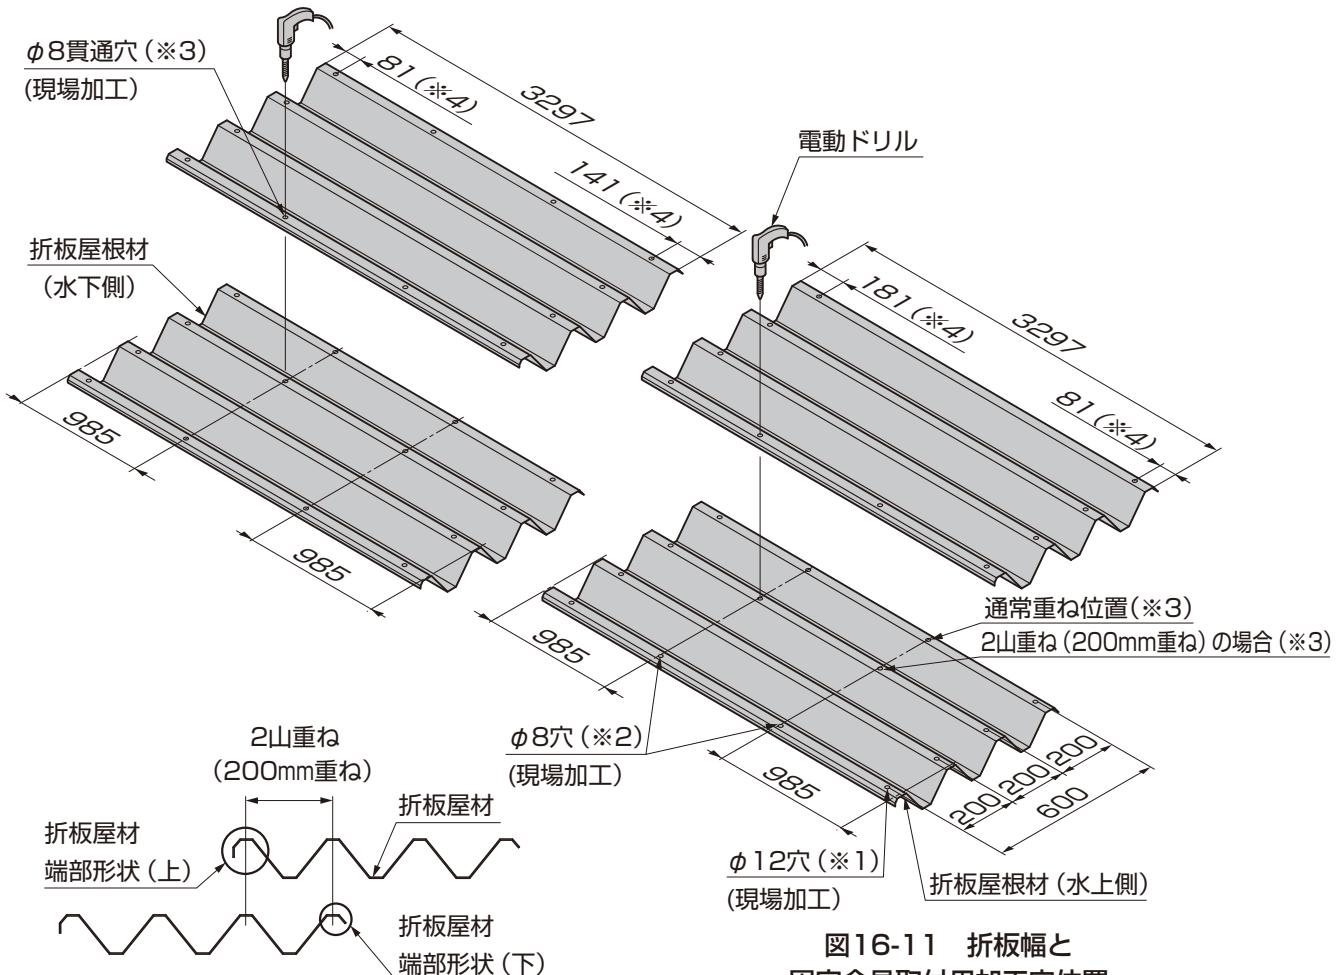

図16-11 折板幅と
- ①折板屋根材の両端部に片側4ヶ所ずつ、合計8ヶ所φ12の穴(※1)をあけてください(図16-11参照)
- ②折板屋根材と折板屋根材を重ね合わせて、折板屋根材の中央部(※2)(※3)に等間隔で2ヵ所、φ8の下穴をあけてください。(図16-11参照)
- 折板屋根材の端部形状には上下がありますので、図16-11にしたがって重ねあわせてください。